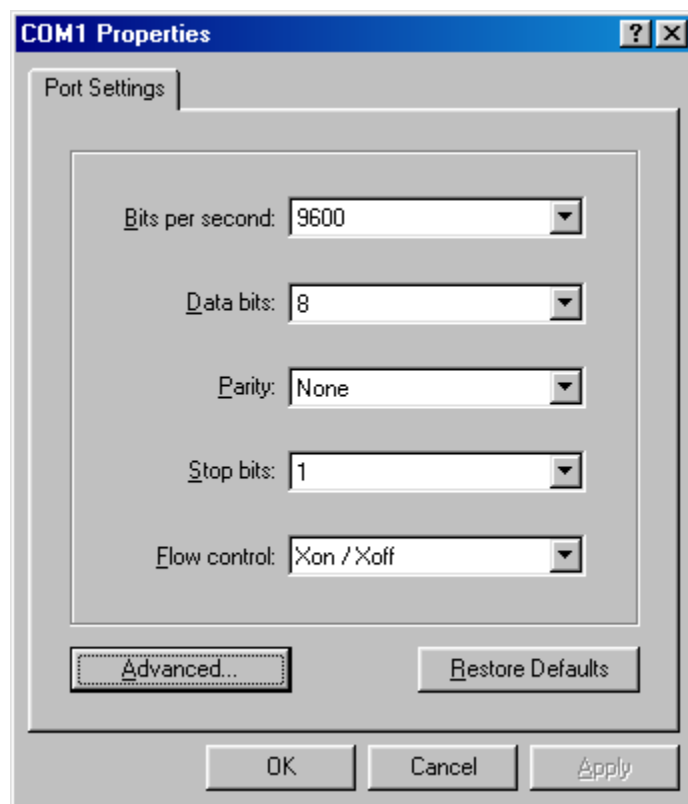

図 10 Microsoft Windows の「COM1 Properties」ダイアログボックス
- v. 図 10 に示したようにパラメタを選択し、「OK」をクリックします。